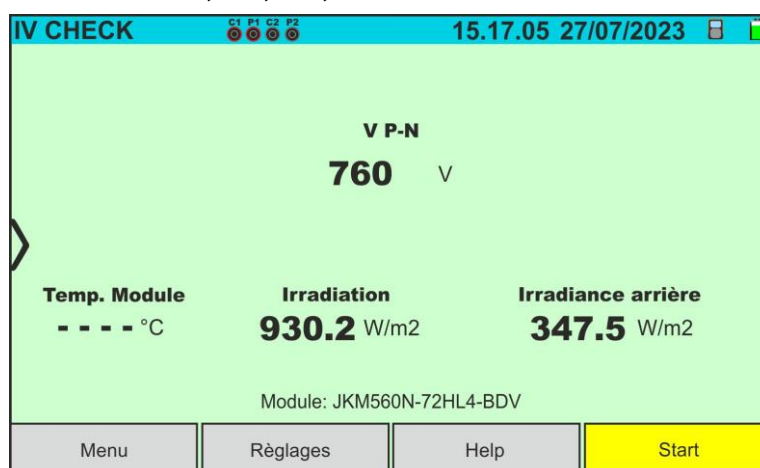

Fig. 55: Écran initial test IVCK sans unité distante sur modules Biface
5. Dans le cas de modules **Biface**, l'écran de la Fig. 55 est présent à l'écran. Les paramètres suivants sont affichés :